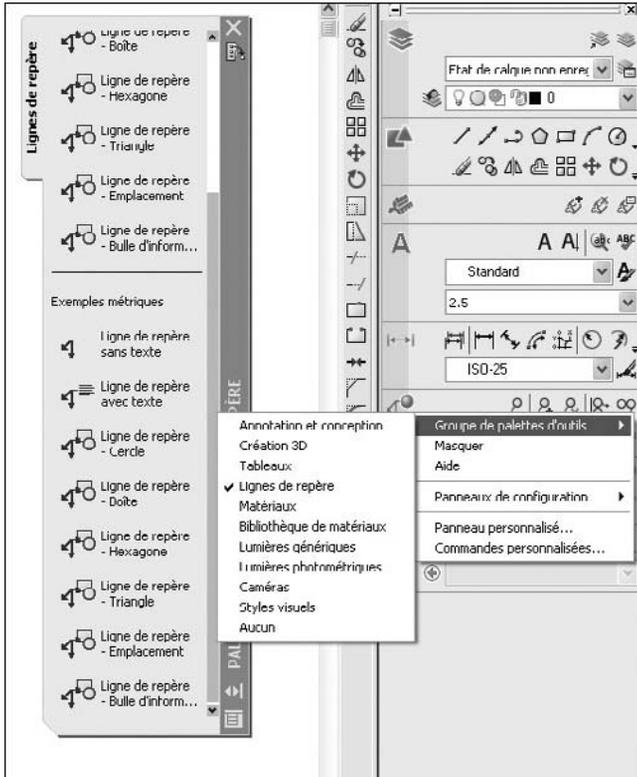

Fig.1.41
- ▶ Il est possible d'associer un groupe de palettes d'outils personnalisable à chacun des panneaux de configuration du tableau de bord. Cliquez avec le bouton droit de la souris sur le panneau de configuration afin d'afficher une liste des groupes de palettes d'outils disponibles. Par exemple, effectuez un clic droit sur le panneau **Lignes de repère multiples** puis cliquez sur Groupe de palettes d'outils et sélectionnez **Lignes de repère**. En cliquant par la suite sur l'icône Lignes de repère multiples du tableau de bord, la palette d'outils **Lignes de repère** s'affichera à l'écran (fig.1.41).